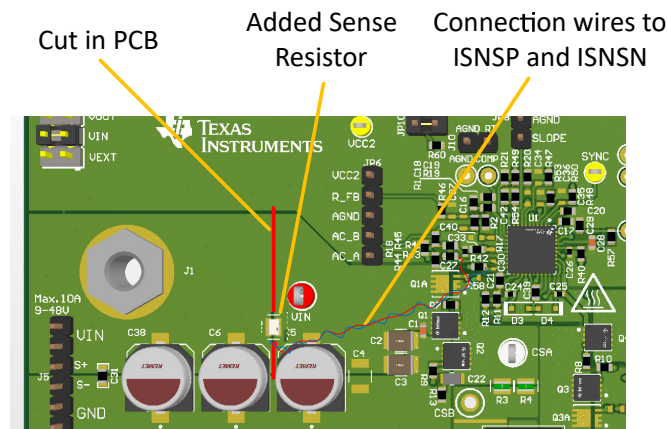
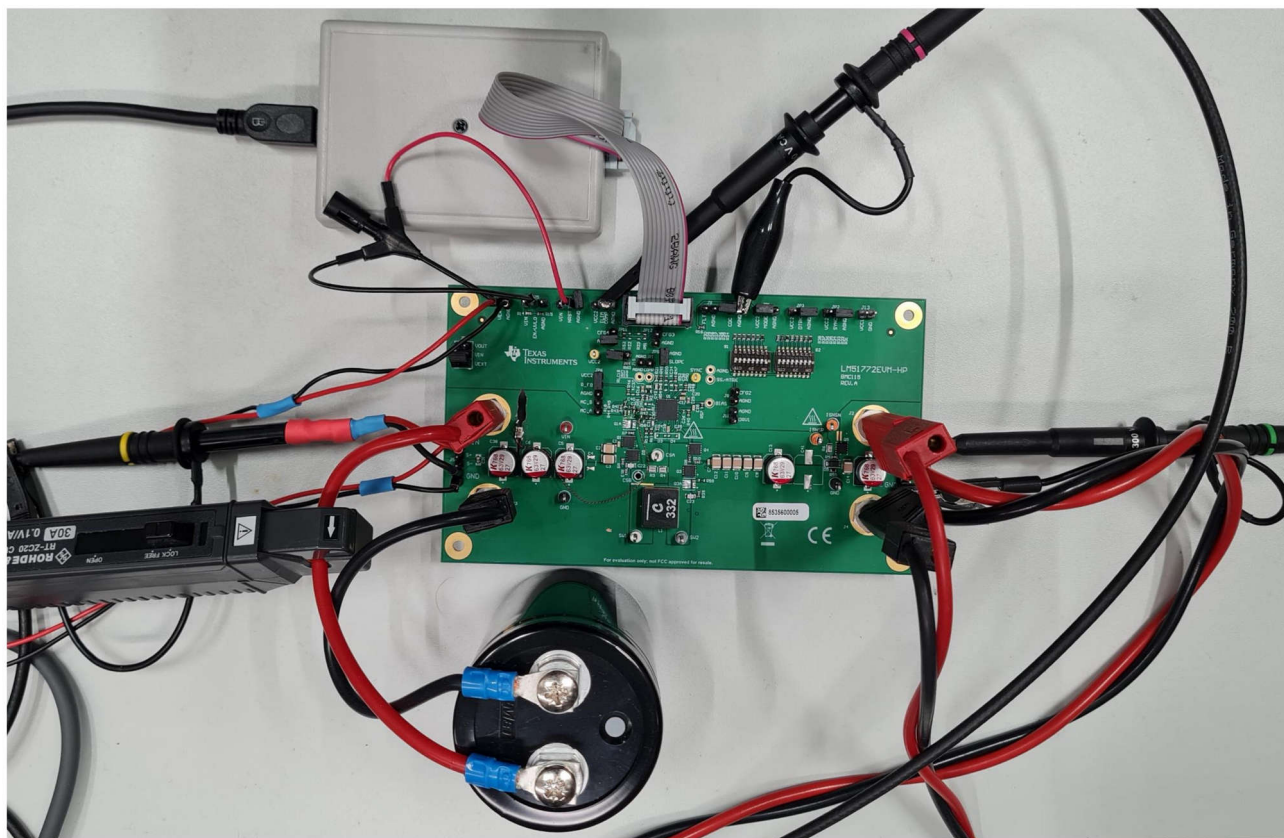

图 5-1. EVM 修改
图 5-2. 硬件设置
- 应用负载 (V_{System}) = 0.5A (CC)
- LM51772EVM-HP 在输出侧组装了平均电流检测电阻。这样可在输出侧实现恒定电流控制。对于该应用，最好向储能电容器提供恒定充电电流，平均电流检测电阻必须位于电路板的输入侧。EVM 已针对性地进行了修改。有关电路板修改，请参阅 图 5-1 和 图 5-2。